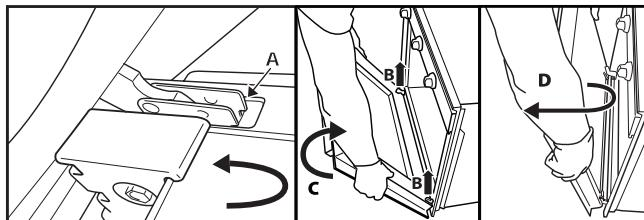

Fig. 2
- Lukk døren til den blokkeres (A), løft den opp (B) og sving den rundt (C) til den frigjøres (D) (fig. 2).